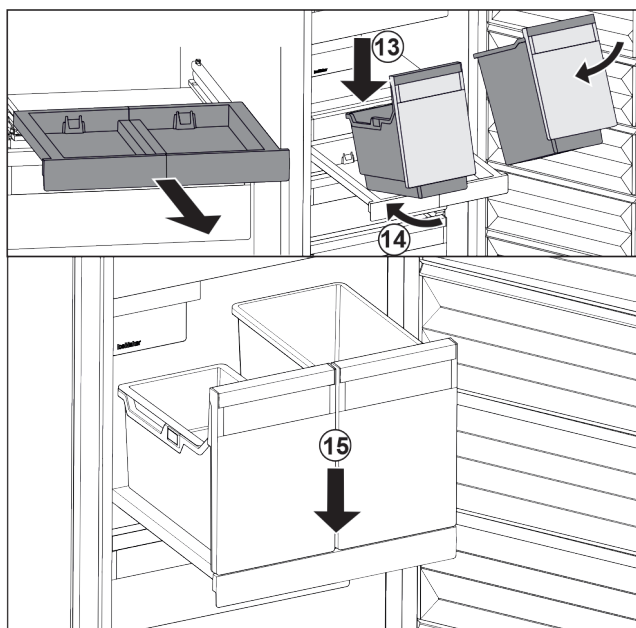

Fig. 106
- Поставете съда под ъгъл върху изтеглящата се дъска. Fig. 106 (13)
- Вкарайте съда под ъгъл назад. Fig. 106 (14)
- Спуснете съда отпред. Fig. 106 (15)